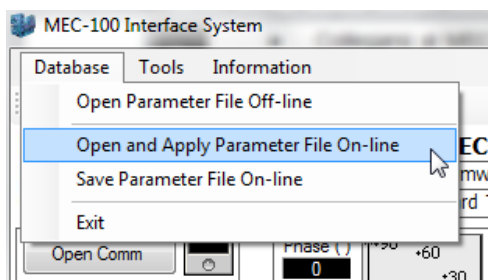

Fig. 5.6.2.a
- Hacer clic en la opción *Archivo* en la barra de menú del MEC-100 Interface System (véase la Fig. 5.6.2.a).